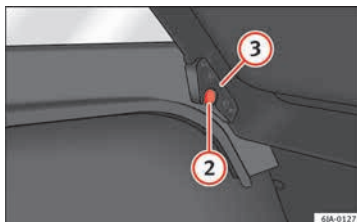

Fig. 166 Extraer bandeja.
- Ajuste los soportes de la bandeja ③
» fig. 166 contra los soportes ② en el revestimiento.
- Enganche los tirantes ① en la bandeja.
① CUIDADO
- Los soportes de la bandeja ③ » fig. 166 tienen que estar colocados seguramente en los soportes del revestimiento ②.